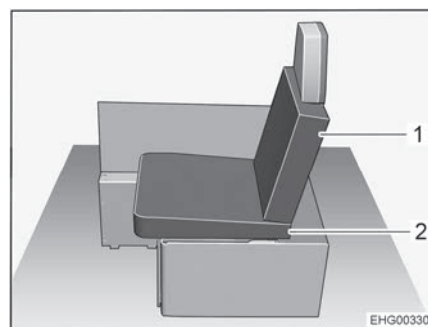

Fig. 41 Après la transformation
- Poser l'un des coussins d'assise de la banquette longitudinale gauche (Fig. 41,2) sur la banquette. Respecter la forme en coin du coussin d'assise : Le coussin d'assise doit être légèrement incliné en direction du dossier (voir Fig. 41).
- Poser l'un des coussins supplémentaires fournis contre le dossier du siège emboîtable pour servir de coussin de dossier (Fig. 41,1).